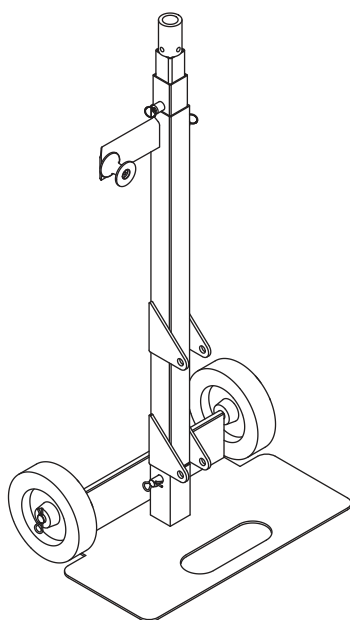

Figura 3
3. Deslice los tubos de pluma de extensión superior y media como se muestra en la Figura 3. Asegúrese de que todos los pernos de retención con anillo de tiro se acoplen con los demás tubos.